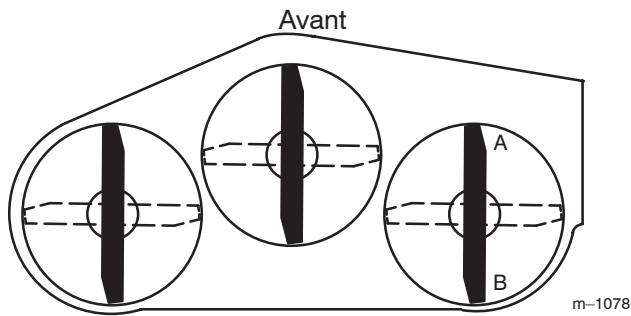
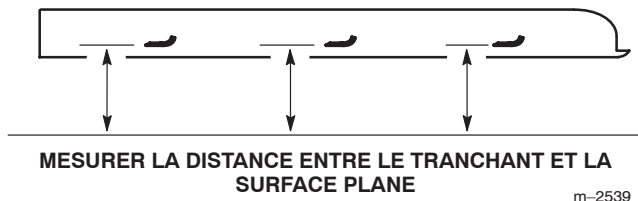

Figure 52
Figure 53
1. Tournez la lame **droite** dans le sens longitudinal (Fig. 52).
2. Mesurez la distance au point A (Fig. 52) entre la surface plane et le tranchant de la pointe de la lame droite (Fig. 53).
4. Mesurez la distance au point B (Fig. 52) entre la surface plane et le tranchant de la pointe de la lame droite (Fig. 53).
6. La lame doit être **plus basse de 6 à 10 mm (1/4 à 3/8 pouce) au point A qu'au point B** (Fig. 52). Si ce n'est pas le cas, passez aux étapes suivantes.